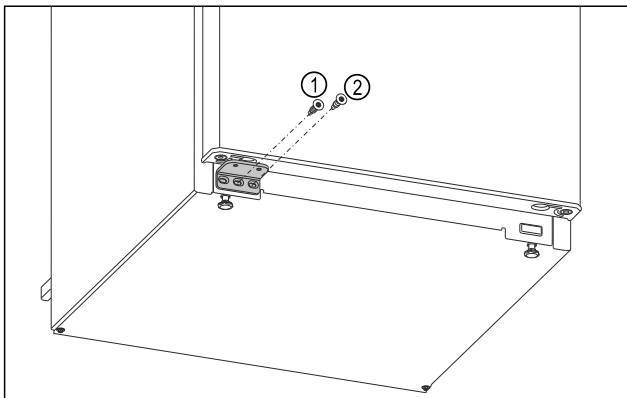

Fig. 24
- ▶ Mittlere Schraube des Lagerbocks Fig. 24 (1) mit Schraubendreher Torx 20 festschrauben.
- ▶ Innere Schraube des Lagerbocks Fig. 24 (2) mit Schraubendreher Torx 20 festschrauben.